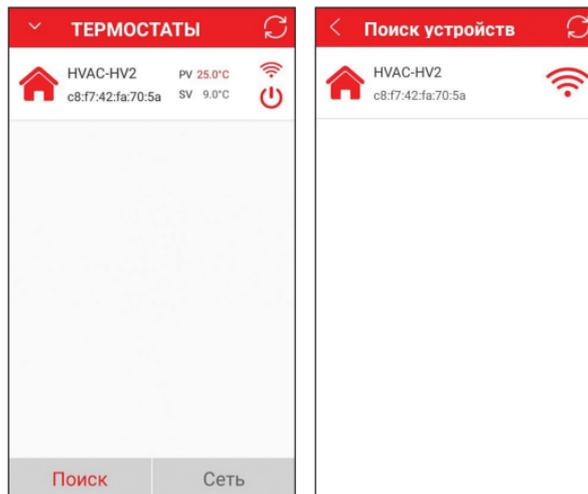

Рис. 10.
**8.3.3.** Нажатием на значок  вернитесь в окно «Термостаты» и выберите «Поиск». Обновите окно «Поиск устройств» путем нажатия на значок . В списке появится новый термостат, который можно выбрать нажатием, после чего он появится в окне «Термостаты». (Рис. 10.)